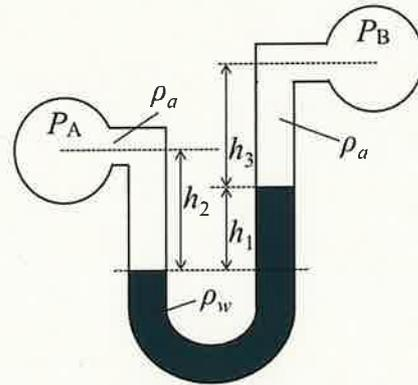

図2
- 2) 図2のような空気と水で構成される示差圧力計において、 $h_1=30.0\text{cm}$ 、 $h_2=40.0\text{cm}$ 、 $h_3=30.0\text{cm}$  のとき、差圧  $P_A - P_B$  を求めよ。